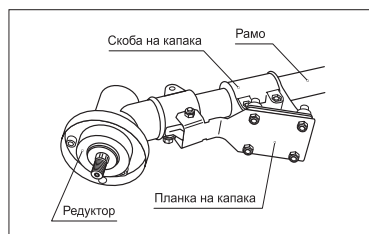

рис. 3
2. Можете да промените експлоатационните настройки, да включите дистанционния датчик и принтер, а също така да работите, без да използвате принтера (рис. 3).